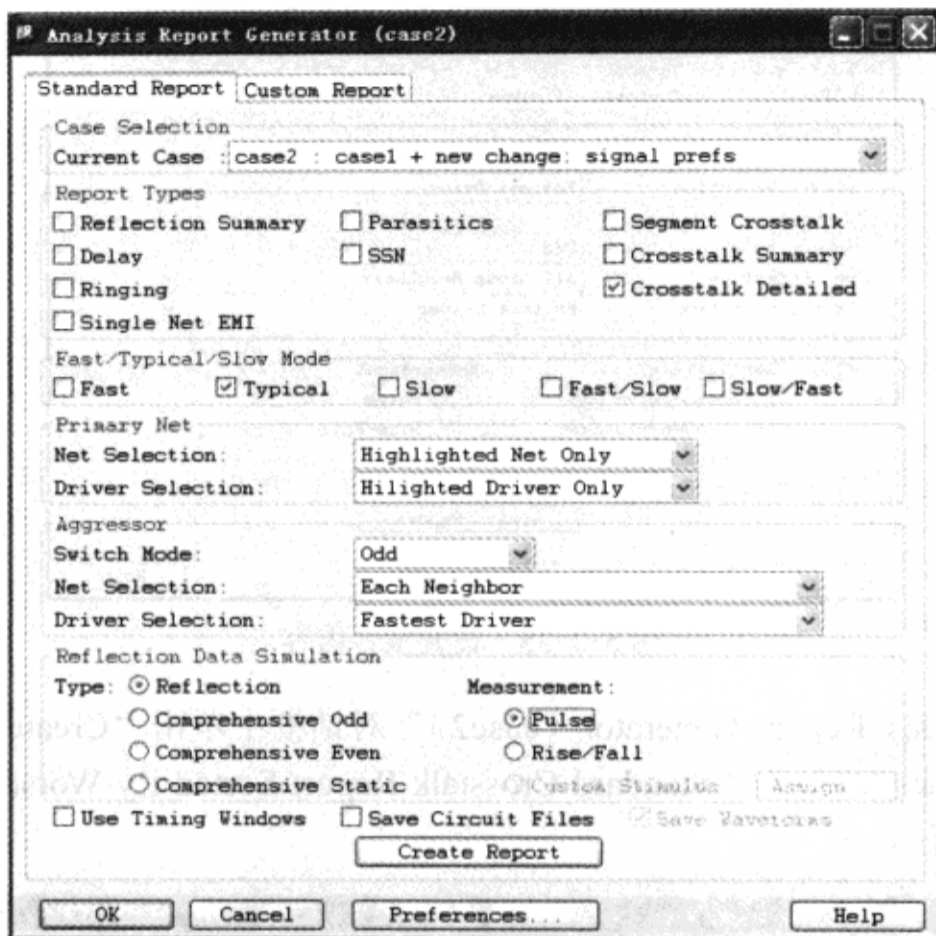

图 5-3-37 设置报告的内容
(1) 在“Signal Analysis”对话框“Nets”列表框选择 DDR\_DS1 网络。
(2) “Analysis Report Generator (case2)”对话框的设置，如图 5-3-37 所示。